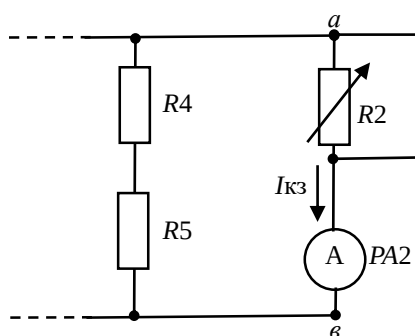

Рис.7
11. Проведите опыт короткого замыкания, соединив проводником выводы резистора R_2 (рис.7). Включите электропитание. Выполните измерения тока короткого замыкания $I_{\text{кз}}$, результаты занесите в табл.6. Выключите электропитание. Уберите проводник, соединяющий выводы резистора R_2 .